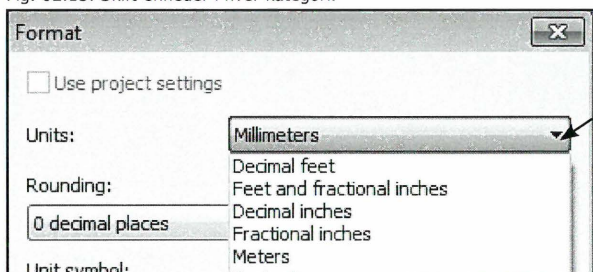

Fig. 02.14. Skift mellem enheder.
- Skift enheder ud for *Units* (Fig. 02.14).